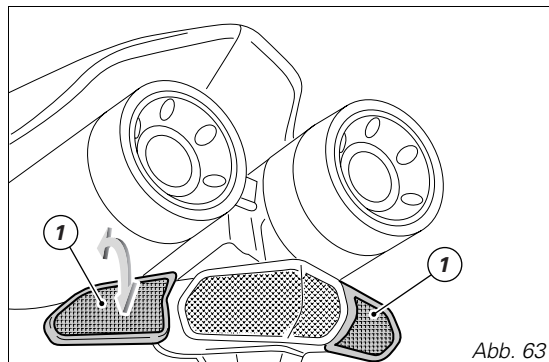

Abb. 63
Zum Wechseln der Glühbirnen an den hinteren Blinkern das Blinkergehäuse (1) um eine  $\frac{1}{4}$ -Drehung drehen, so dass die Linse nach oben weist, dann das Gehäuse aus der Rücklichthalterung herausziehen (Abb. 63).